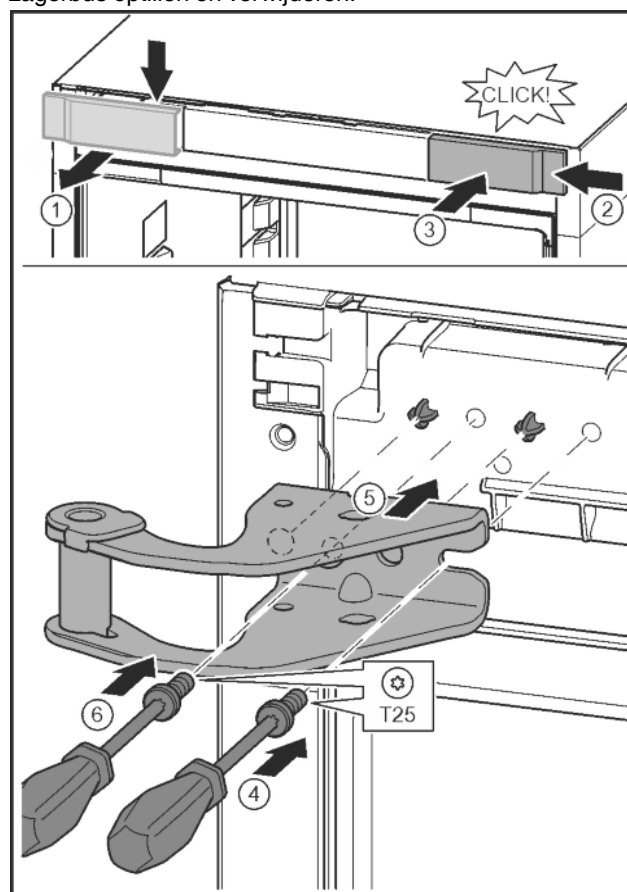

Fig. 13
- ▶ Afdekking losmaken en zijdelings verwijderen. *Fig. 13 (1)*
- ▶ Afdekking 180° gedraaid op de andere kant van rechts aanbrengen. *Fig. 13 (2)*
- ▶ Afdekking vastklikken. *Fig. 13 (3)*
- ▶ Schroef met schroevendraaier T25 aandraaien. *Fig. 13 (4)*
- ▶ Bovenste lagerbus plaatsen. *Fig. 13 (5)*
- ▶ Schroef vastdraaien. *Fig. 13 (4)*
- ▶ Schroef met schroevendraaier T25 aanbrengen en vastdraaien. *Fig. 13 (6)*